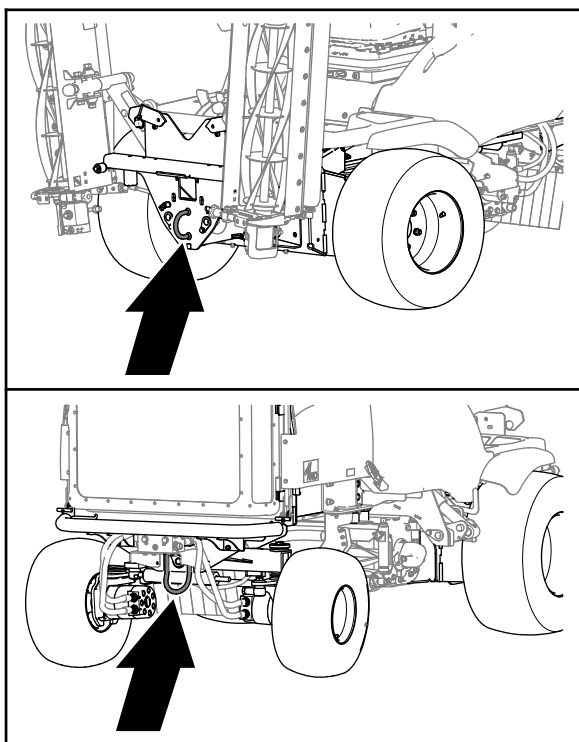

**Figura 43**
5. Collegate una barra di traino **rigida** all'anello di traino sulla parte anteriore della macchina e al veicolo di traino (Figura 43).